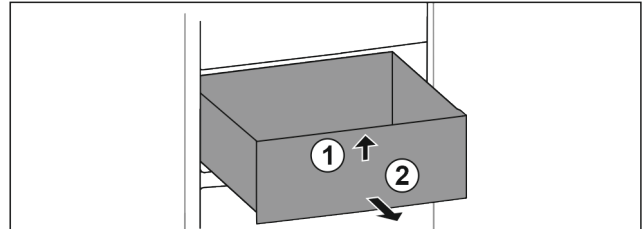

Fig. 75
- ▶ Unieść szufladę z przodu. Fig. 75 (1)
- ▶ Wyjąć szufladę do przodu. Fig. 75 (2)